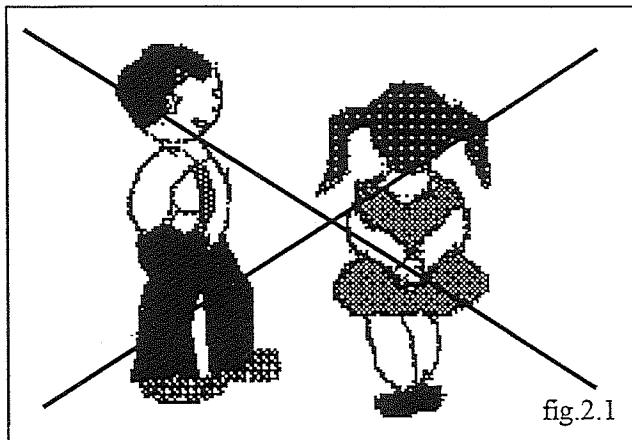

fig. 2.1
- ⇒ Questa apparecchiatura è stata progettata e costruita per essere usata da persone adulte e sane di mente evitare che i bambini giochi con essa e che alla loro conduzione del forno siano incaricate persone sobrie e in possesso delle piene facoltà mentali.(fig. 2.1).